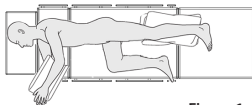

Figura 1
- Coloque al paciente en posición decúbito lateral (lado izquierdo hacia arriba) (Figura 1).